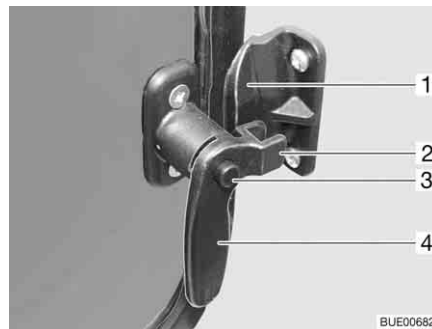

Bild 34 Fenster in der Eingangstür, Verriegelungshebel geschlossen
- Den Sicherungsknopf (Bild 34,3) drücken und gedrückt halten.
- Den Verriegelungshebel (Bild 34,4) zur Fenstermitte hin drehen.
- Den Verriegelungshebel (Bild 34,4) zum Fensterrahmen hin drehen. Die Gabel (Bild 34,2) am Verriegelungshebel liegt komplett auf der Innenseite der Fensterverriegelung (Bild 34,1).